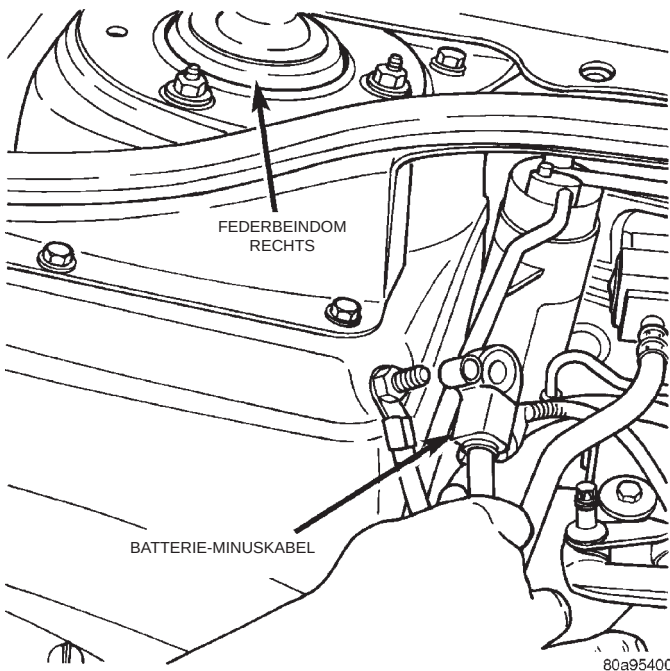
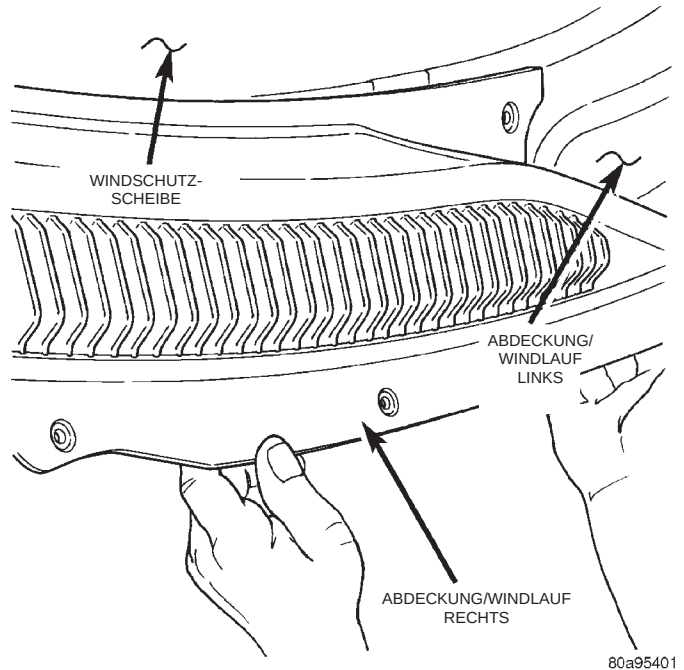

Abb. 27 Minuskabel—Abklemmen
Abb. 28 Abdeckungen/Windläufe
- (1) Batterie-Minuskabel (-) am rechten Federbein-dom abklemmen. (Abb. 27).
- (2) Lage der Motorhaubenscharniere auf der Motorhaube markieren und Motorhaube abnehmen.
- (3) Beide Scheibenwischer abbauen.
- (4) Die Abdeckungen beider Windläufe demontieren. (Abb. 28).